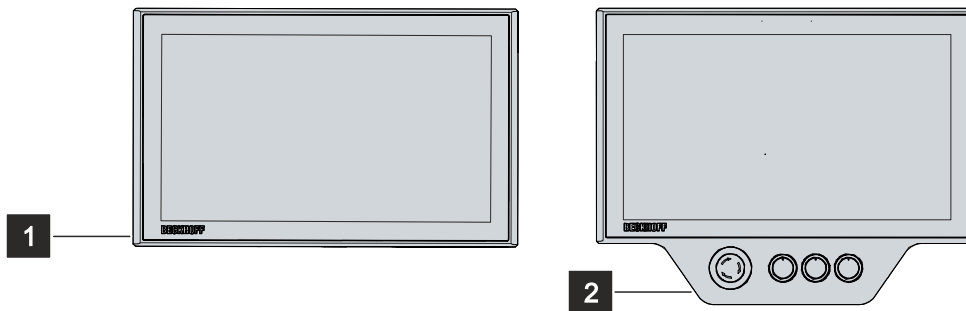

Abb. 1: CP32xx-1600\_ohne und mit Tastererweiterung
Abbildung 1 stellt beispielhaft einen Panel-PC ohne (1) und mit (2) Tastererweiterung gegenüber.